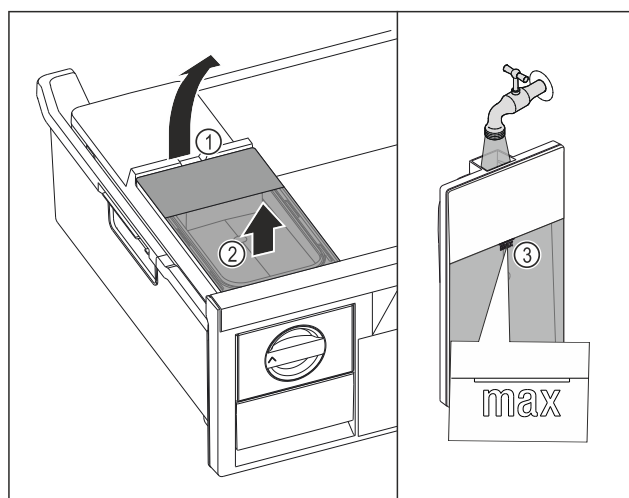

Fig. 81
- Løft vandtanken op til udsparingen Fig. 81 (1).
- Tag vandtanken ud fra oven. Fig. 81 (2)
- Fyld vandtanken med drikkevand op til mærket Fig. 81 (3).